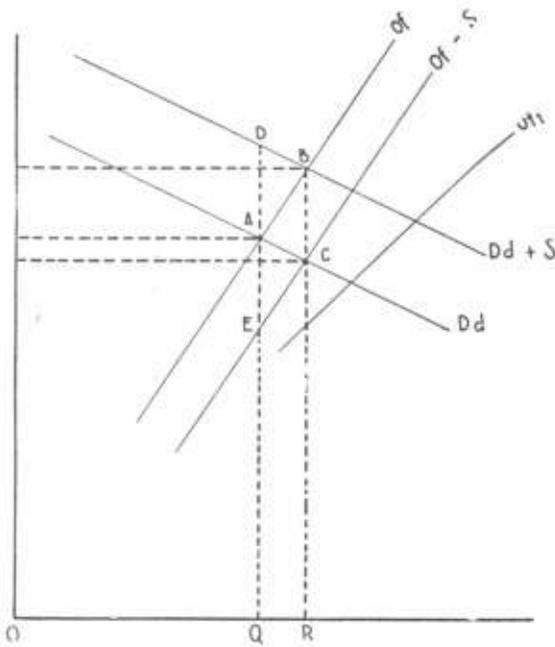
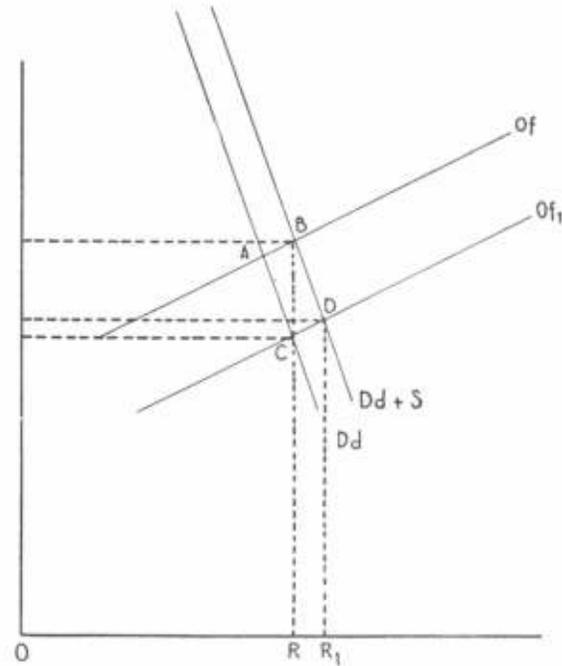
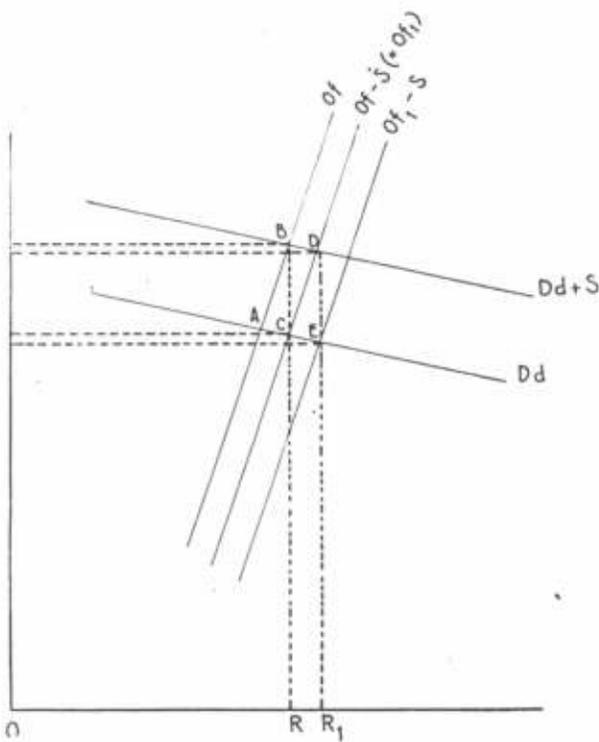

FIG. 1
FIG. 2
FIG. 3
Las conclusiones del Dr. Keegan forman un valioso suplemento para los trabajos del Dr. Akerblom y sostienen sus principales tesis para la construcción de sillas cómodas (figs. 1 a 6).
En realidad, como se señalará más adelante, la forma en que se aplique el "subsidio" también puede influenciar su resultado en cualquiera de los períodos: pero en general se omitirá el análisis de estas variaciones. Entonces, en los términos gráficos tradicionales, el "subsidio" trasladará la curva de demanda a una posición igual más alta (de  $D_d$  a  $D_d+S$  en la Fig. 1) si es aplicado a la demanda, o bien trasladará la curva de oferta a una posición más baja (de  $O_f$  a  $O_f-S$ ), si es aplicado a la oferta. En el primer análisis, lo que se obtiene al aplicar un subsidio igual a cualquiera de los dos lados del mercado es un simple traslado de idéntico significado de cualquiera de las dos curvas.
Se pueden plantear dos posibilidades. Se puede aplicar un subsidio fijo por cada unidad demandada u ofrecida, variándose por lo tanto el costo total de la medida según las tendencias del mercado, o se puede mantener fijo el costo total de la intervención, variando el subsidio unitario sobre las unidades demandadas u ofrecidas. La conclusión general es válida para ambas posibilidades. Si el organismo oficial decide aplicar un subsidio unitario de  $AE (= DA)$  en un mercado con las características señaladas por las curvas  $D_d$  y  $O_f$  en la Fig. 1, en circunstancias en que se esté comprando la producción  $OQ$  al precio  $AQ$ , se obtendrá la misma extensión del mercado, es decir, el mismo incremento cuantitativo de  $OR$ , con la aplicación del subsidio a la demanda que con su aplicación a la oferta. La aplicación del subsidio a cualquiera de las dos curvas del mercado implica la construcción de dos triángulos idénticos,  $ADB$  y  $ACE$ , de alturas iguales. Los puntos  $B$  y  $C$ , por lo tanto, están ambos sobre la misma perpendicular  $BR$ , que corta al eje de las  $X$  en  $R$ , señalando la producción  $OR$  (2). El gráfico muestra "curvas" rectas, es decir, curvas cuya elasticidad varía en alguna forma constante de un tramo a otro; pero la conclusión será la misma aun cuando las elasticidades varíen en forma irregular. La elasticidad (3) relativa de las curvas del mercado no afectará en nada el resultado cuantitativo en el corto plazo de la aplicación del subsidio a uno u otro lado del mercado.
Los efectos secundarios o a largo plazo de la incidencia de un subsidio tienen especial importancia en este sentido. Por un lado, es en el largo plazo que el subsidio atrae a nuevos recursos, sean éstos productos de la intervención de nuevas empresas en el campo subsidiado, sean ellos producto de mayores inversiones de las empresas ya ligadas al artículo. Por otro lado, la expansión de la actividad productora puede traer consigo aumentos de productividad porque puede permitir el aprovechamiento de economías de escala internas o externas. Esto es muy importante cuando el grado de desarrollo actual de las industrias afectadas es insuficiente. En la Fig 1, se representa un movimiento de este tipo por la curva  $Of^1$ , cuya inclinación es diferente a las curvas anteriores de oferta,  $Of$  y  $Of-S$ . Las posibilidades de expansión se analizan en algunos casos diferentes en las Figs. 2, 3 y 4, en que se asume que las curvas de costo correspondientes a mayores capacidades de planta son paralelas a las anteriores, simplificando así la ilustración. Esto implicaría, por lo
tanto, que la industria se caracteriza por costos constantes, por lo menos en los tramos tratados. Estos gráficos ilustran la manera en que las elasticidades del mercado crean o destruyen los alicientes de la expansión de la planta productora. Si se aplica un subsidio a la demanda inelástica  $Dd$  en la Fig. 2, podría ésta aumentar hasta  $Dd+S$ . Pero si los empresarios decidiesen, por esta razón expandir su planta hasta trasladar la oferta a  $Of_1$ , tendrían que contentarse con un ingreso total inferior (precio  $\times$  cantidad, es decir  $DR_1 \times OR_1$ ) al que recibían antes de expandir ( $BR \times OR$ ). En cambio, si la demanda subsidiada es elástica (y la oferta inelástica), como aparece en la Fig 3, el ingreso total de los empresarios sería mucho mayor con la planta de mayor capacidad ( $DR_1 \times OR_1$ ) que con la anterior ( $BR \times OR$ ). Aparte de las limitaciones que se han señalado anteriormente, y siempre sobre nuestras hipótesis especiales, no tendría ninguna ventaja aplicar el subsidio a la oferta en lugar de a la demanda en la figura 3; pues la mayor producción consumible  $OR_1$ , sería la misma en ambos casos. Al contrario, aplicando el subsidio a la demanda, se acortaría el camino para lograr la misma meta, ya que si el subsidio se aplicara a la oferta sería todavía necesario que los empresarios aumentaran su planta. Pero, como se ilustra en la figura 4, se pueden presentar casos en que si sea ventajoso variar a los beneficiarios del subsidio. En el caso de que la demanda sea muy inelástica en cierto tramo, pero que a precios inferiores se "volante" rápidamente (como en la realidad puede suceder), podría ser posible interesar a los empresarios en una expansión del mercado más allá de la expansión debida a la aplicación del subsidio sólo a la demanda o sólo a la oferta, aplicando el subsidio a ambos lados del mercado. Si se aplica el subsidio (unitario) en su totalidad a la demanda o a la oferta, el ingreso total sería  $BR \times OR$ , o bien, descontando el subsidio ( $BC \times OR$ ),  $CR \times OR$ . Una expansión de planta hasta producir  $OR_1$  tal vez podría implicar algún aumento de los ingresos totales (de  $CR \times OR$  a  $ER_1 \times OR_1$ ). Pero aplicándose la mitad del subsidio unitario a cada uno de los lados del mercado, se obtendría un aumento mucho mayor en los ingresos totales de  $GR \times OR$  a  $FR_1 \times OR_1$ , al expandirse la capacidad de producción en la misma medida. De esta manera, se aprovecharía mejor la elasticidad relativa de las curvas, y además de aumentar los incentivos de los empresarios a expandir su producción, permitiría una extensión mayor del mercado (hasta  $R_2$ ) que la posible con la ayuda a un solo lado de él ( $R_1$ ).
En la fachada este (fig. 1) es adonde notamos, por primera vez, algo del fenómeno antedicho, sin embargo, con
Los dos cubos superpuestos que forman el tronco de la torre rematan en un cupulín (ver fig. 3) cuya filiación con el cuerpo central de esta fachada es innegable.
La terraza nos detiene un instante en el análisis, pues trae consigo la evocación de algo lejano; Bávaro quizás. Las elipses, las volutas y contravolutas son formas infinitas, de canon variable, buen nexo entre arquitectura y naturaleza (ver ángulo inferior derecho de la fig. 2).